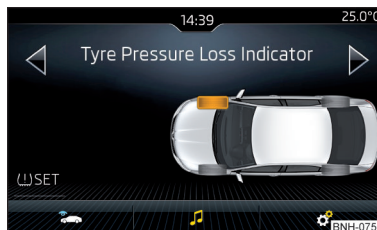

Fig. 212
- ▶ Atingeți suprafața de comandă funcții (U) SET » fig. 212.
Când lampa de control (U) se aprinde în panoul de bord, pe Infotainment se poate afișa anvelopa afectată » fig. 212.